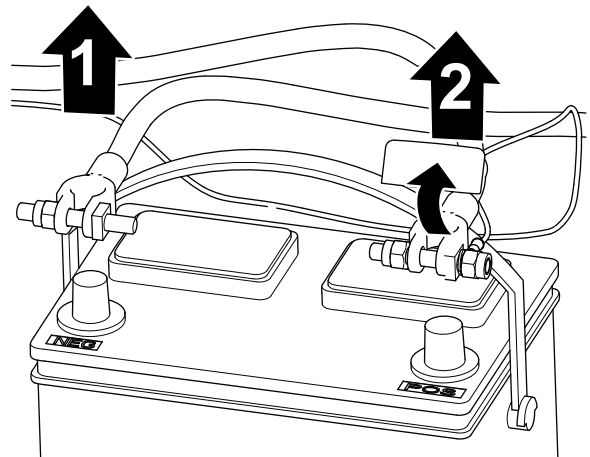

图 3
2. 从电池电极上断开负极电池接线图 3。
3. 从电池电极上断开正极电池接线图 3。